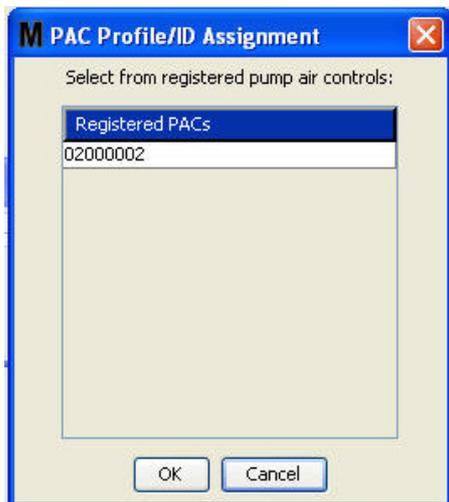

FIG. 114
4. Dopo aver nominato il PAC, fare clic sul pulsante Link (Collega).   visualizzata la schermata Profile/ID Assignment (Assegnazione profilo/ID) mostrata nella FIG. 114. Dall'elenco dei controlli d'aria della pompa registrati, selezionare un PAC dall'elenco. Fare clic su OK per chiudere la schermata e salvare le modifiche. Una descrizione completa della procedura della registrazione PAC   fornita nel manuale di istruzioni del controllo dell'aria della pompa. Le istruzioni sono inoltre fornite nella sezione "Come registrare un controllo dell'aria della pompa" nell'Appendice A di questo manuale a pagina 161.